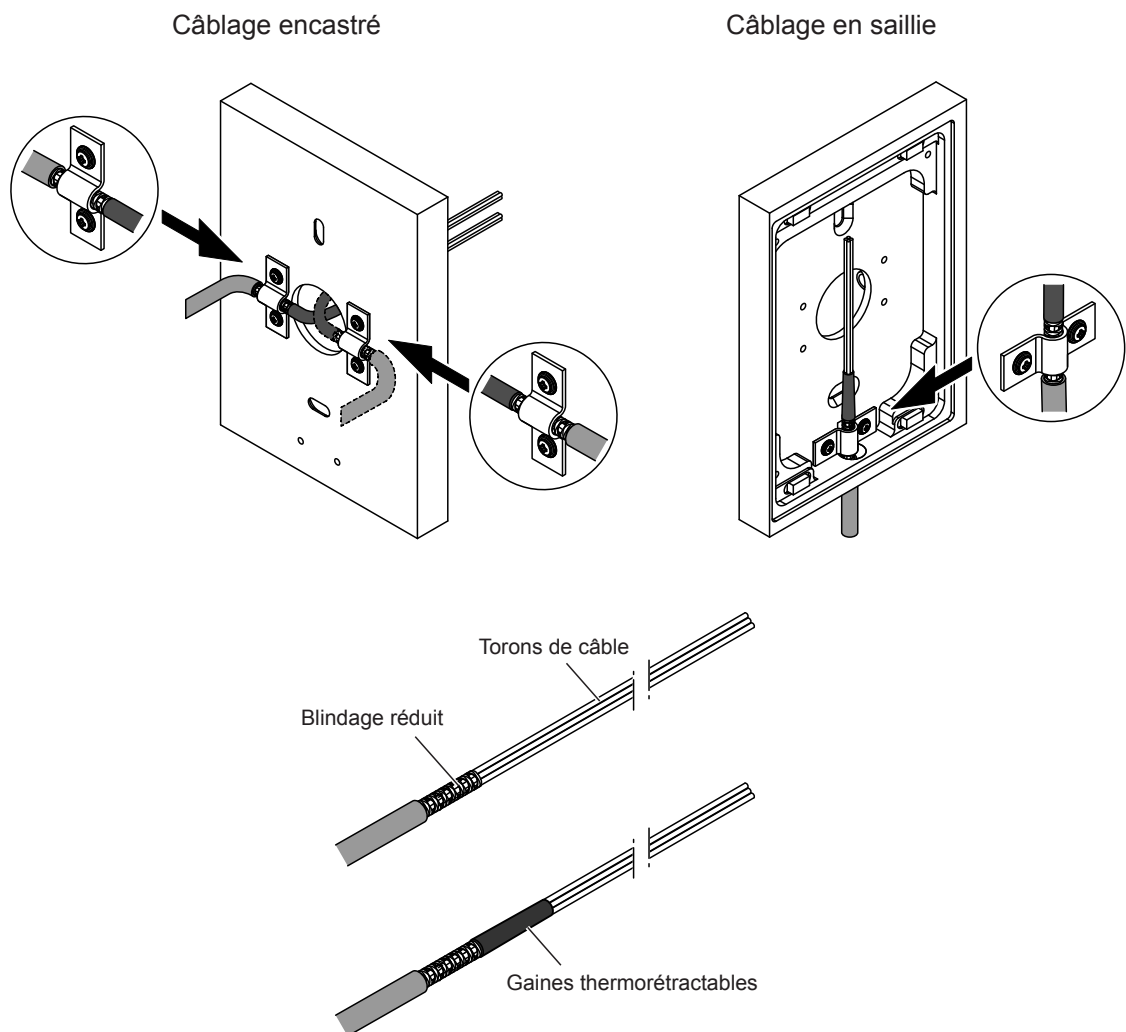

Fig. 15: Fixez le câble CAN BUS avec le blindage exposé au boîtier à l'aide des colliers de serrage
2. Dénudez le(s) câble(s) CAN BUS (4 fils, blindés, 0,34 mm² par brin) du point de serrage prévu jusqu'à l'extrémité du câble. Retirez ensuite le blindage exposé jusqu'à environ 2 cm, fixez l'extrémité du blindage avec un morceau de tube plastique rétractable comme indiqué sur la figure Fig. 15 et fixez le blindage exposé au boîtier à l'aide du ou des collier(s) de serrage du blindage.